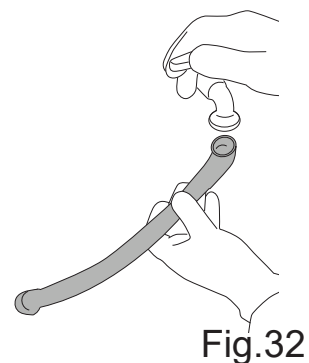

Fig.32
- Lavare il tubo facendo scorrere dell'acqua al suo interno (Fig.32).